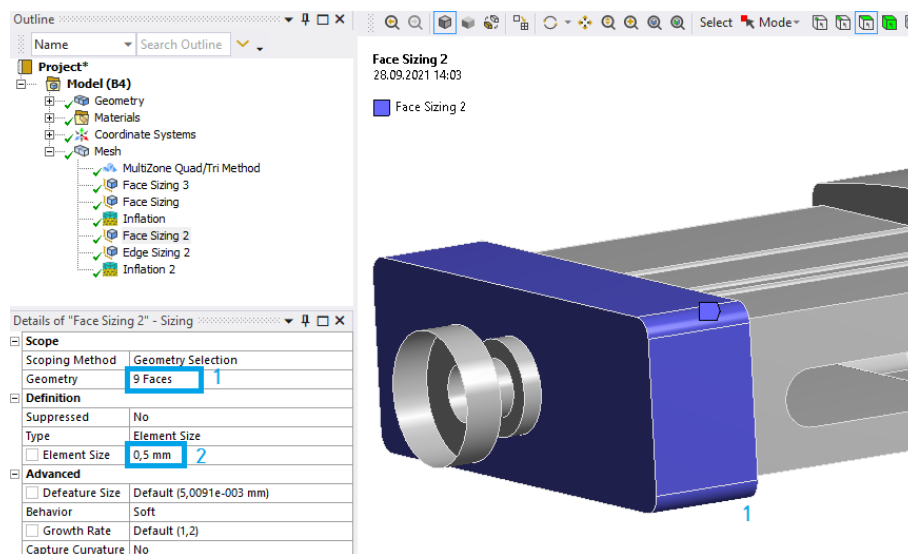

Рис. 21. Задание настроек сетки
6.5. Жмем ПКМ на **Mesh – Insert – Sizing**, выделяем ряд поверхностей со стороны одного отверстия (1) и задаем величину ячеек (2) 0,5 мм (рис. 21).